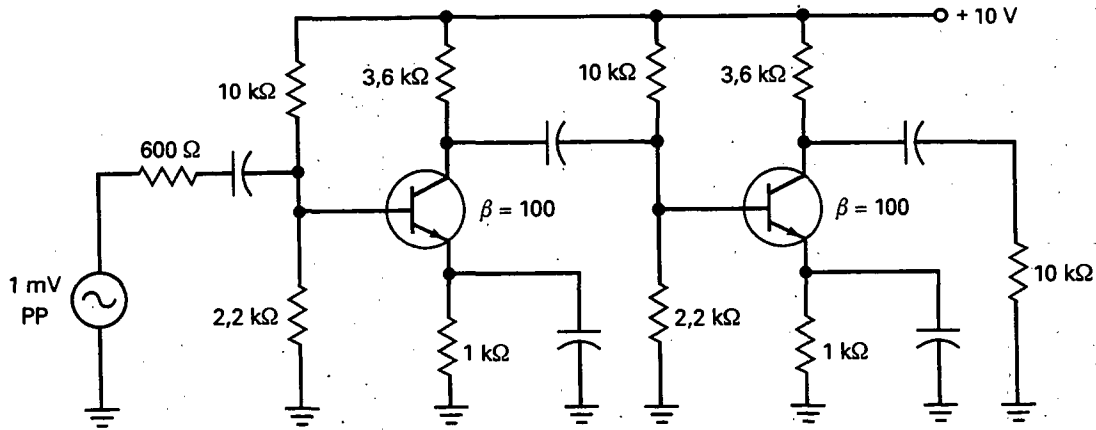

Figura 10-15
- 10-7. En la Figura 10-15, ¿cuánto vale la tensión alterna de la primera base? ¿Y en la segunda? ¿Y la de la resistencia de carga?
- 10-8. Si la tensión de alimentación aumenta a 12 V en el circuito de la Figura 10-15, ¿cuánto vale la tensión alterna de salida?
- 10-9. Si $\beta = 300$ para los transistores en el circuito de la Figura 10-15, ¿cuánto vale la tensión alterna de salida?
- 10-16. En el circuito de la Figura 10-15, el condensador de desacoplo del emisor está en circuito
- 10-17.** En el circuito de la Figura 10-15 no hay tensión alterna en la carga. La tensión alterna de entrada a la segunda etapa es aproximadamente de 20 mV. Enumere algunos de los fallos posibles.
- 10-20.** Si todas las resistencias se duplican en el circuito de la Figura 10-15, ¿cuánto vale la tensión de salida?
- 10-21.** Si la resistencia de carga de la Figura 10-15 está desconectada, ¿cuánto vale la resistencia Thevenin de la segunda etapa?